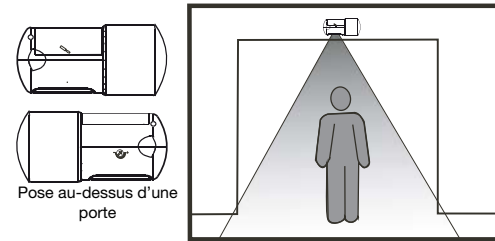

Fig. 5
3. Le détecteur PIR 44-063 peut se poser au-dessus d'une porte. Fig. 5.